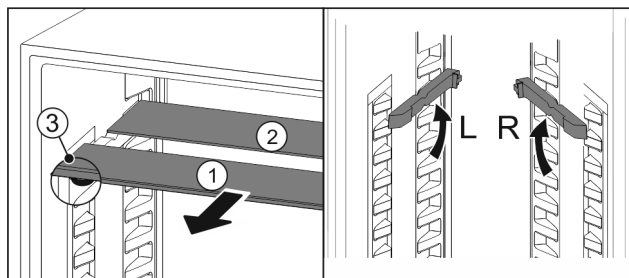

Fig. 74
- ▶ Wyciągnąć Fig. 74 (1) pojedynczo półki szklane do przodu.
- ▷ Płyta szklana Fig. 74 (1) z listwą ozdobną znajduje się z przodu.
- ▷ Stopery Fig. 74 (3) wskazują w dół. Urządzenia z komorą zamrażalnika*